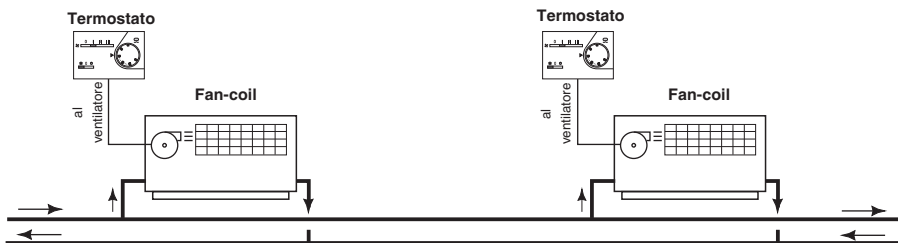

Fig. 3
- 3) solo ventilazione termostata ed elettrovalvola non collegata (fig. 3)